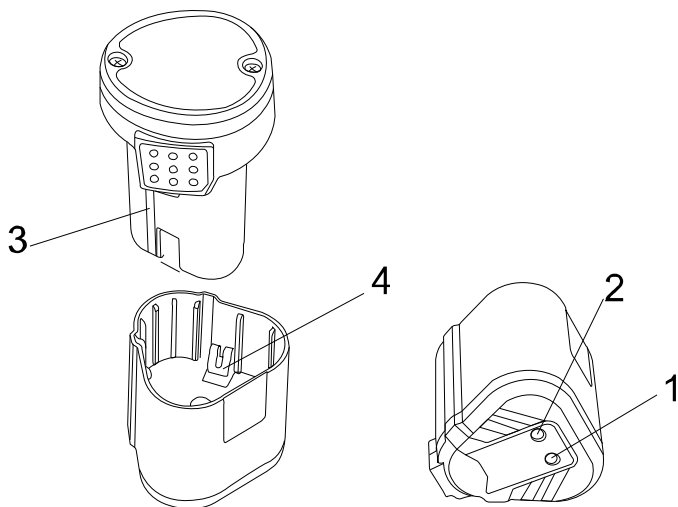

**Рис.2**
Нажмите кнопку для отделения аккумуляторного блока (1) и вытащите блок (2). (Рис.2)
Вставьте аккумуляторный блок (1) до фиксации (Рис.2).